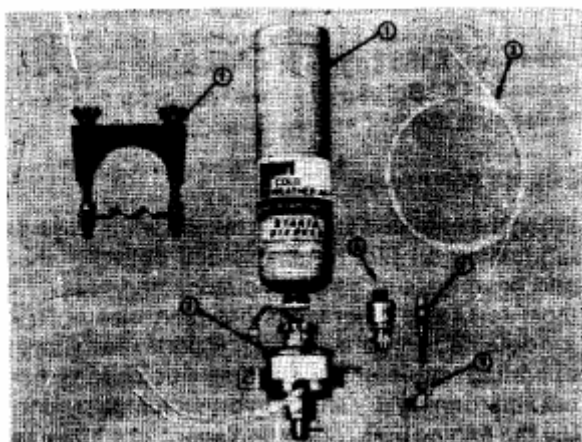

Рис.1-12 (ОМ 1008L). Электрический клапан.
Электрический клапан (рис.1-12) состоит из корпуса (7), колена, изогнутого под углом 90°, нажимной кнопки - выключателя (6) и нейлоновой трубки. Термостат, установленный на выпускном коллекторе двигателя, отключает клапан, когда патрубок при работе двигателя нагреется. Цилиндр для топлива (1) и форсунка (4) в случае необходимости должны заказываться отдельно. Для того, чтобы сделать заказ необходимо обратиться к каталогу.